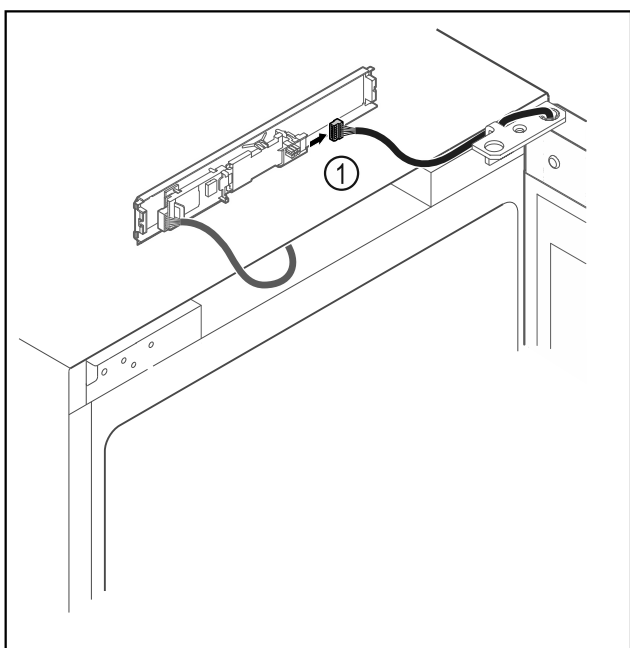

Fig. 19
- ▶ Trekk ut pluggen Fig. 19 (1) fra kretskortet.